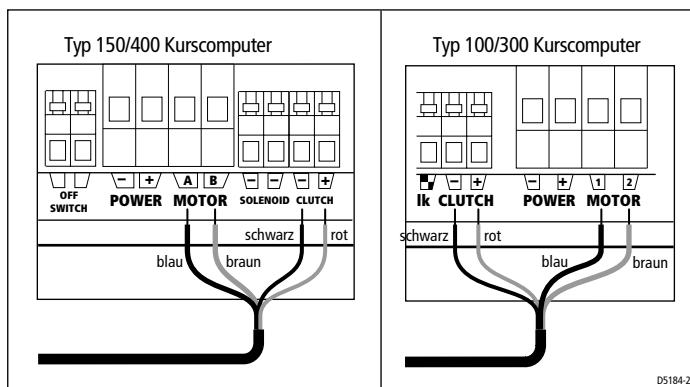

Abbildung 4: Anschluss an den Kurscomputer
3. Verbinden Sie die Motorkabel (blau und braun, dick) und die Kupplungskabel (rot und schwarz, dünn) mit dem Kurscomputer wie in *Abbildung 4* gezeigt.